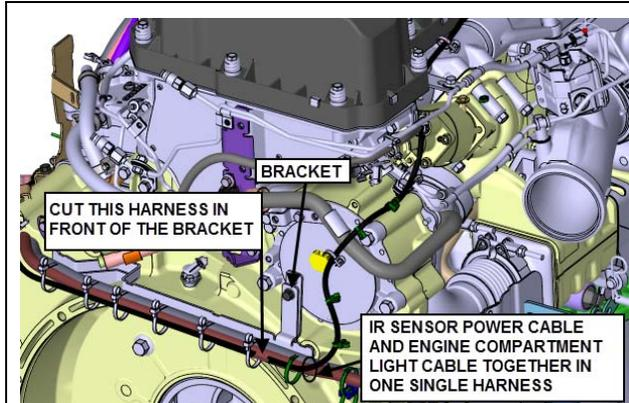

FIGURE 21: COUPER LE CABLAGE PRÈS DU SUPPORT (BRACKET)
- 1) Le câblage de la lumière du compartiment et celui du capteur optique se rejoignent ensemble en un seul câblage. Localiser ce câblage et couper le près du support (bracket) identifié à la FIGURE 21. Jeter la section du câblage qui se rend jusque près du turbocompresseur.